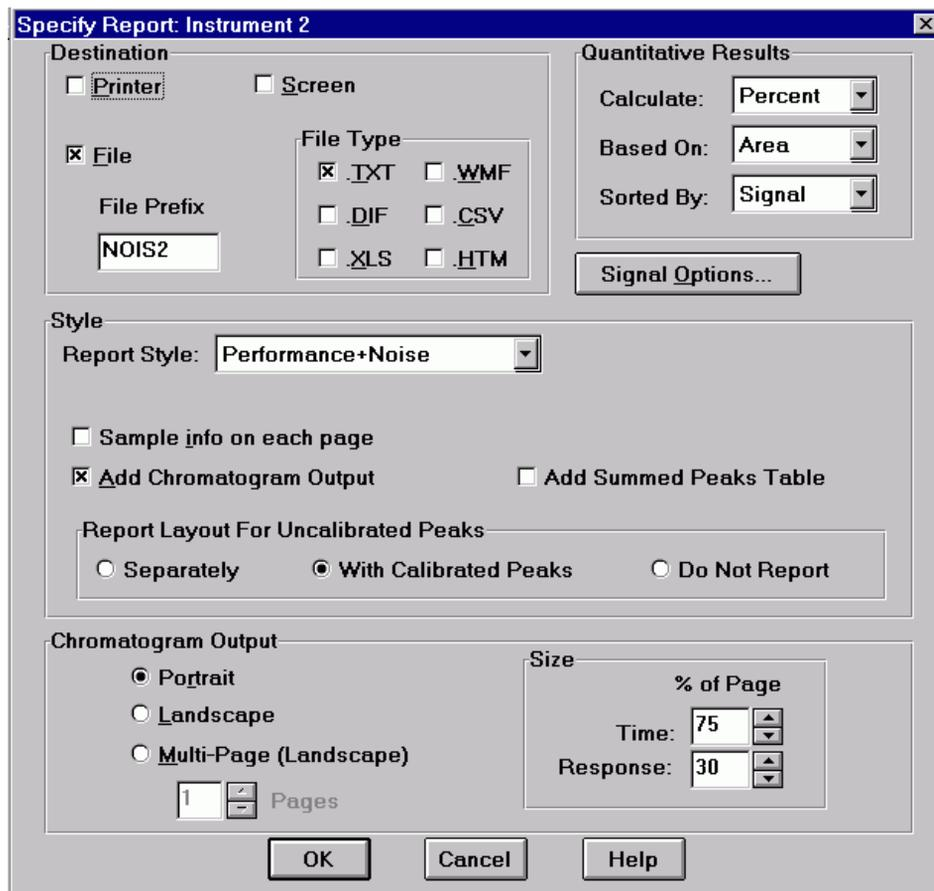

図 29 RID ベースラインチェックアウトのレポート
- 6 『80 ページ 図 29』 に示すように、[レポートスタイル] で [パフォーマンス + ノイズ] を指定します。